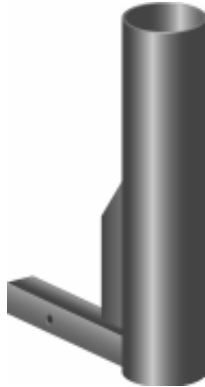

Figure 22. Verrouillage des sections
ATTENTION! Placez le câble avant/arrière de façon à ce qu'il ne soit pas coincé entre les sections lorsque vous basculerez la section arrière vers l'avant. Voir la figure 22.
3. Tenez le mât du siège pour faire pivoter la section arrière vers l'avant jusqu'à ce que les ergots soit complètement insérés dans les fentes d'assemblage. Voir la figure 22.